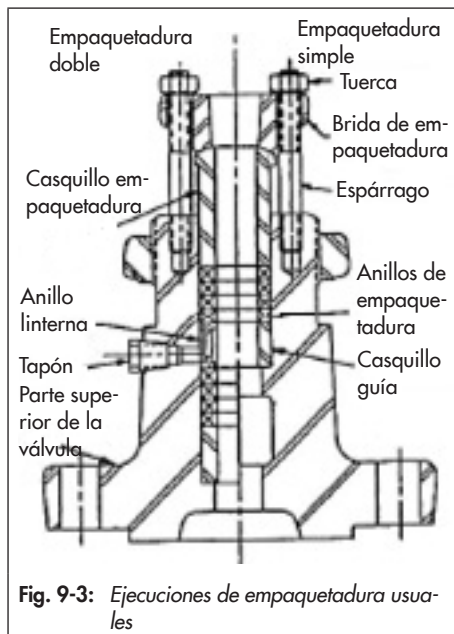

Fig. 9-3: Ejecuciones de empaquetadura usuales
9. Con una herramienta adecuada, introducir cuidadosamente las partes de la empaquetadura (en especial en la parte con rosca) por el vástago del obturador en el alojamiento de la empaquetadura. Prestar atención al orden de las partes, ver Fig. 9-3.
6. Con una herramienta adecuada, introducir cuidadosamente las partes de la empaquetadura (en especial en la parte con rosca) por el vástago del obturador en el alojamiento de la empaquetadura. Prestar atención al orden de las partes, ver Fig. 9-3.
22. Con una herramienta adecuada, introducir cuidadosamente las partes de la empaquetadura (en especial en la parte con rosca) por el vástago del obturador en el alojamiento de la empaquetadura. Prestar atención al orden de las partes, ver Fig. 9-3.